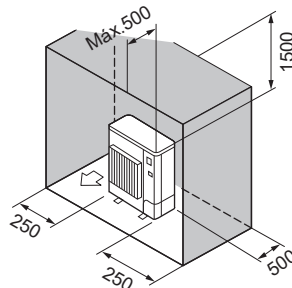

Fig. 2-12
- (6) Obstáculos sólo en la parte trasera, los laterales y superior (Fig. 2-12)